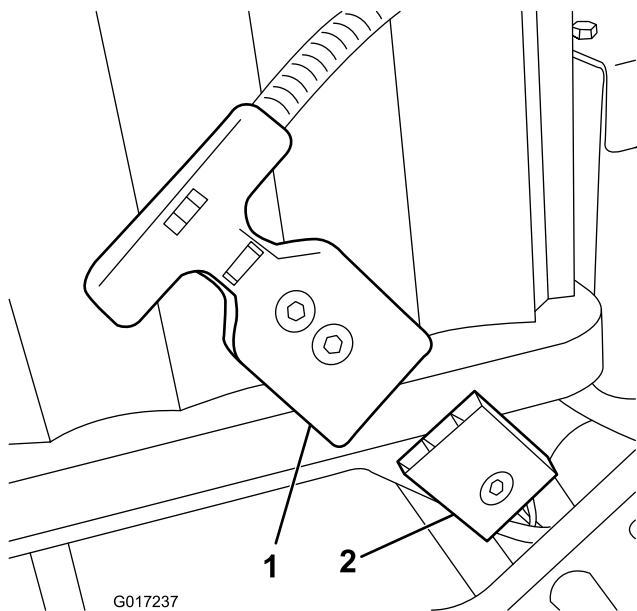

Figura 13
Nota: Si no puede conectar la clavija del arnés de cables batería-máquina al enchufe de la batería con la batería instalada, puede conectar primero el arnés a la batería y luego instalar la batería. Desconecte el conector del suministro eléctrico principal (Figura 13) de la base de la batería. Instale el conector a la batería según se ha descrito anteriormente. Instale la batería a la base, pasando el arnés de cables por el
15. Conecte el conector en T del arnés de cables principal al conector del suministro eléctrico principal situado en la base de la batería (Figura 13).